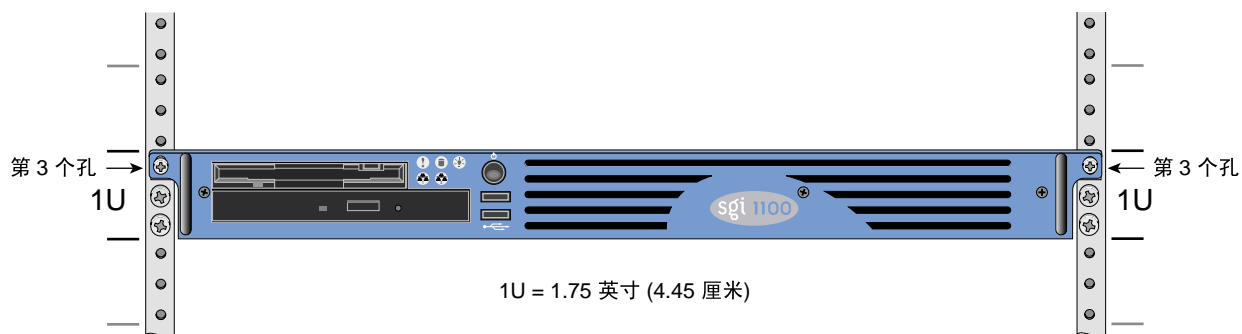

图 2-1 机架垂直杆的安装孔样式
SGI 机架的四根垂直安装杆上有以图 2-1 所示方式排列的安装孔。
4. 用两个 10-32 x 0.5 英寸螺丝（请参阅表 2-2）将 SGI 1100 服务器底盘固定在机架上的 U 形螺母上（如图 2-1 所示）。